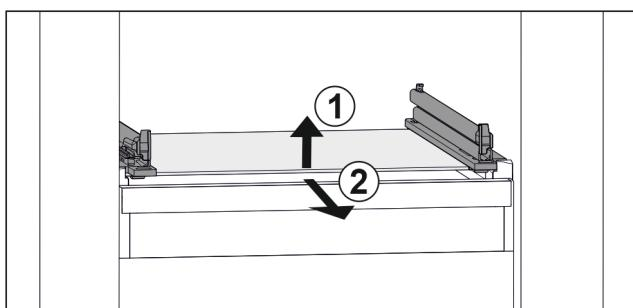

Fig. 65 Reprezentare exemplificativă a plăcii de sticlă
- Ridicați placă de sticlă din față. Fig. 65 (1)
- Extragăți placă de sticlă spre înainte. Fig. 65 (2)